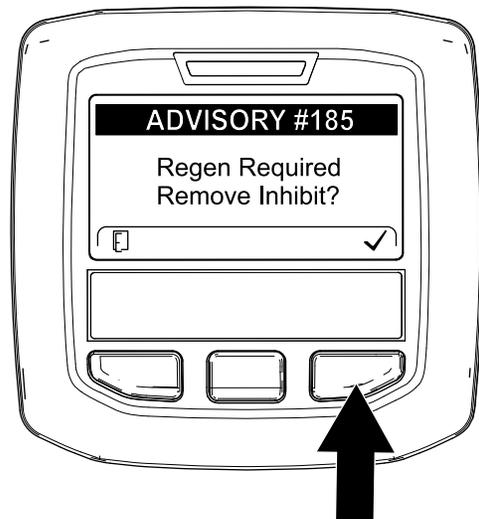

Bild 41
**Hinweis:** Wenn INHIBIT REGEN. auf ON eingestellt ist, wird im InfoCenter ADVISORY #185 angezeigt (Bild 41). Drücken Sie die Taste 3, um die Einstellung für das Verhindern der Regenerierung auf OFF einzustellen und die Zurücksetzen-Regenerierung fortzusetzen.